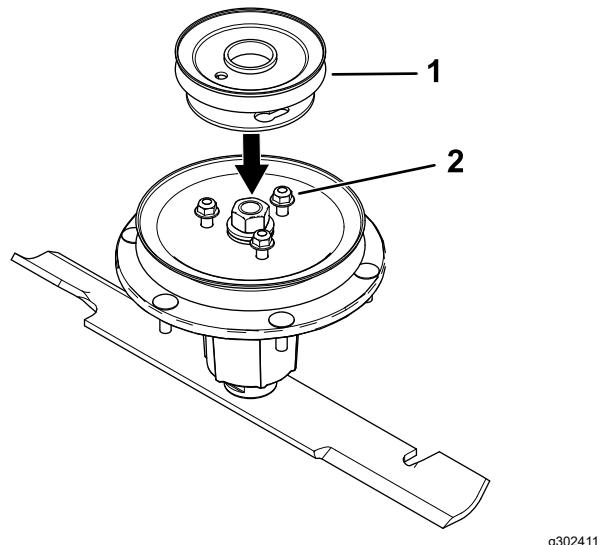

Figura 10
7. Allineate il nuovo gruppo puleggia in modo che le aperture si trovino in corrispondenza dei dadi (Figura 10).